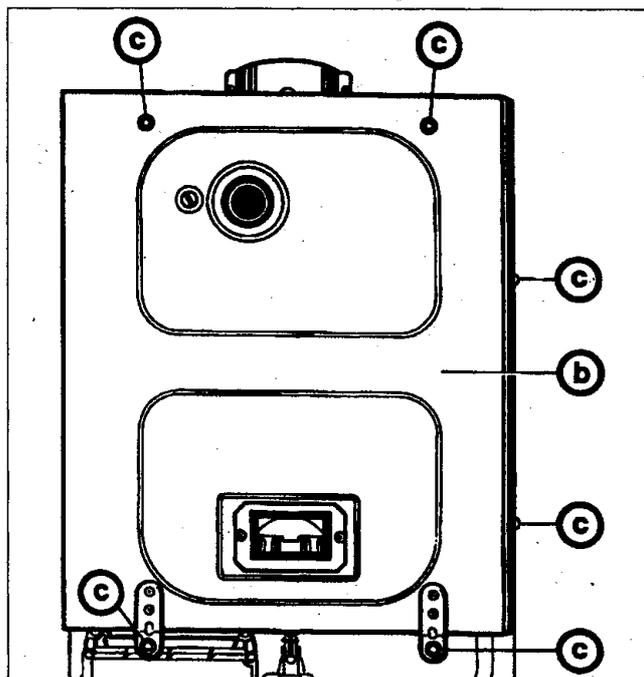

Bild 36
- Deckel (b) montieren (Bild 36).